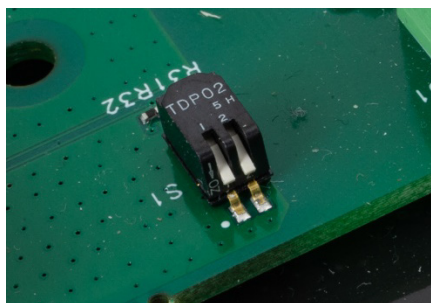

Figura 4-7: Interruptores de metrología SW1-1 y SW1-2, ambos ENCENDIDOS
- Si los datos de metrología deben restablecerse, SW-1 y SW1-2 deberán colocarse en ENCENDIDO al mismo tiempo, como se muestra en la **Figura 4-7**.